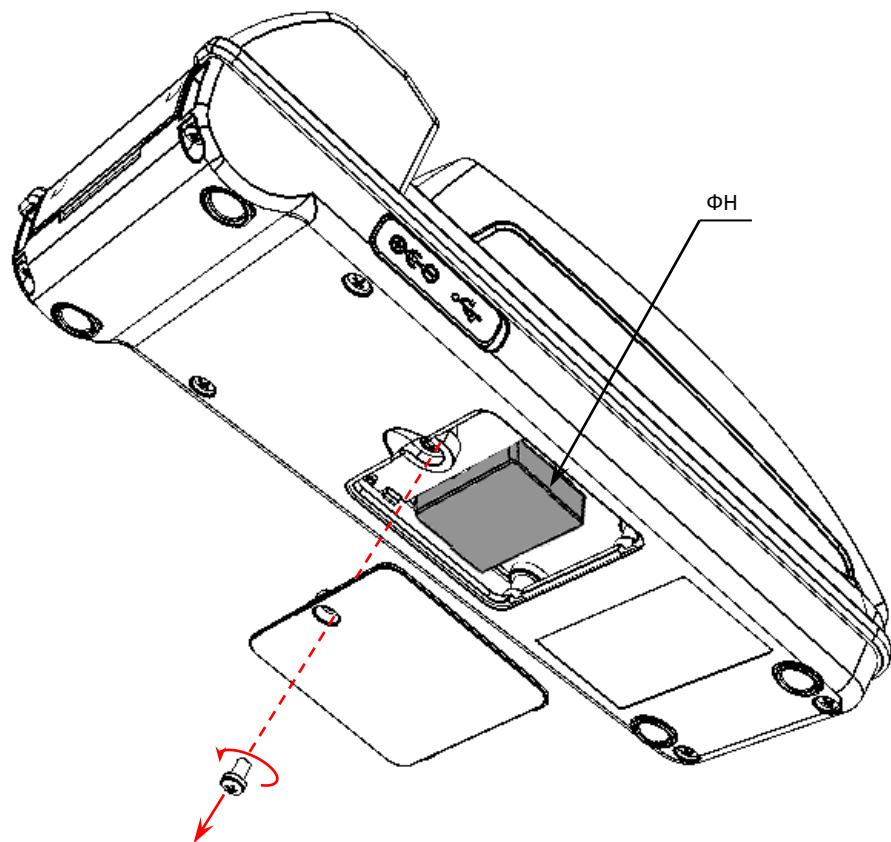

Рисунок 8. Расположение ФН в корпусе ККТ
5. Установить новый экземпляр ФН на место старого (ФН крепится к внутренней поверхности отсека на двухсторонний скотч на вспененной основе, см. рисунок 8).
- Открутить винты крепления крышки в нижней части корпуса изделия (см. рисунок 8 данной инструкции). Снять крышку отсека для ФН.